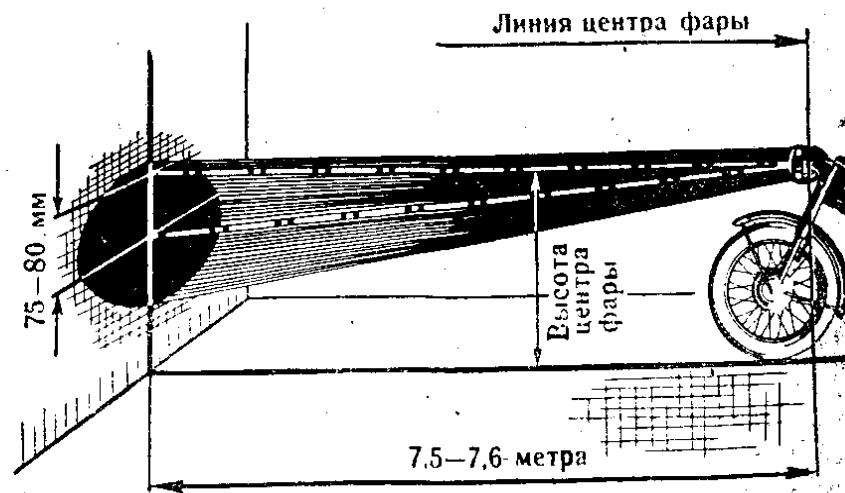

Рис. 34. Регулировка фары.
- в) Ниже горизонтальной линии на расстоянии от 75 до 80 мм нанести вторую горизонтальную линию (рис. 34).